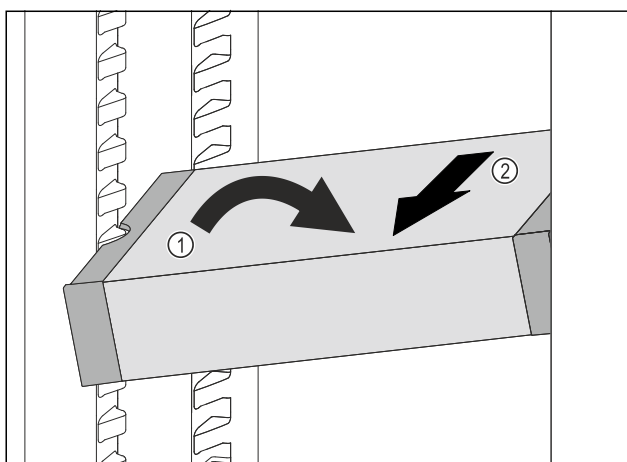

Fig. 135
- Poziționați oblic VarioSafe în frigider. Fig. 135 (1)
- Extrageți VarioSafe spre înainte. Fig. 135 (2)